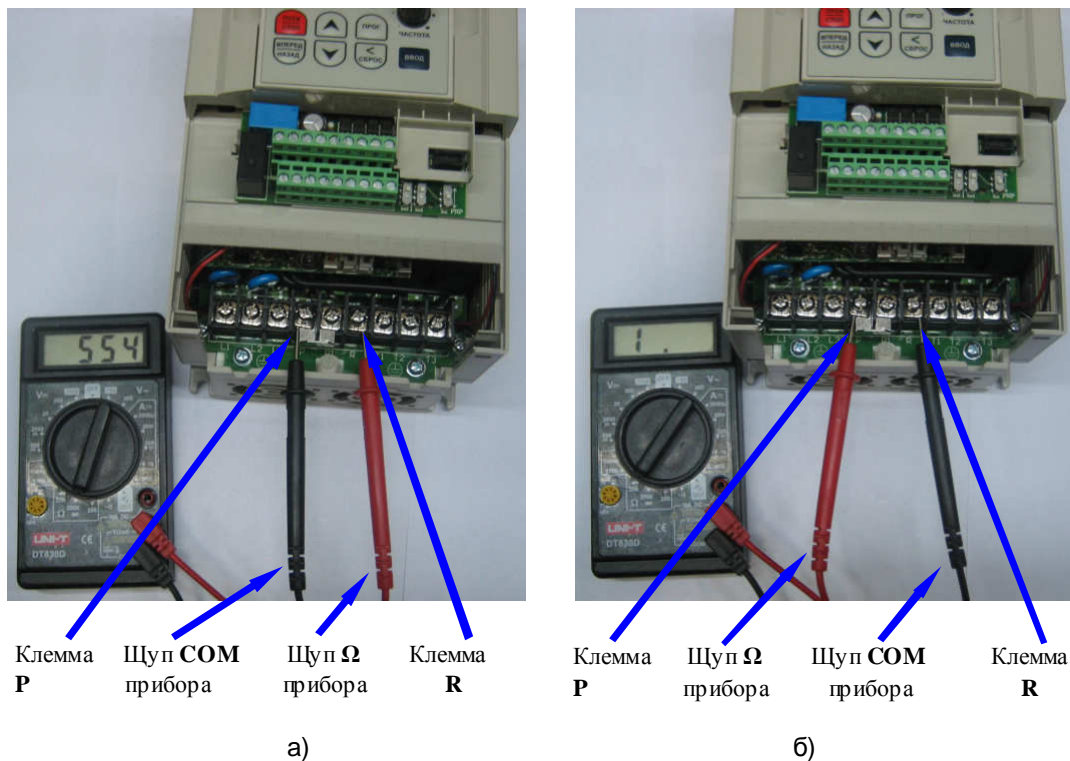

Рис. 4.6. Проверка защитного диода в цепи тормозного ключа матрицы IGBT.
4.6.7. Проверить цепь **P-R** – защитный диод в цепи тормозного ключа, как показано на рис. 4.6. Исправная цепь должна «звониться» как диод (при прямой проводимости показания прибора 200... 1000, рис. 4.6а, при обратной проводимости – «Обрыв цепи», рис. 4.6б).